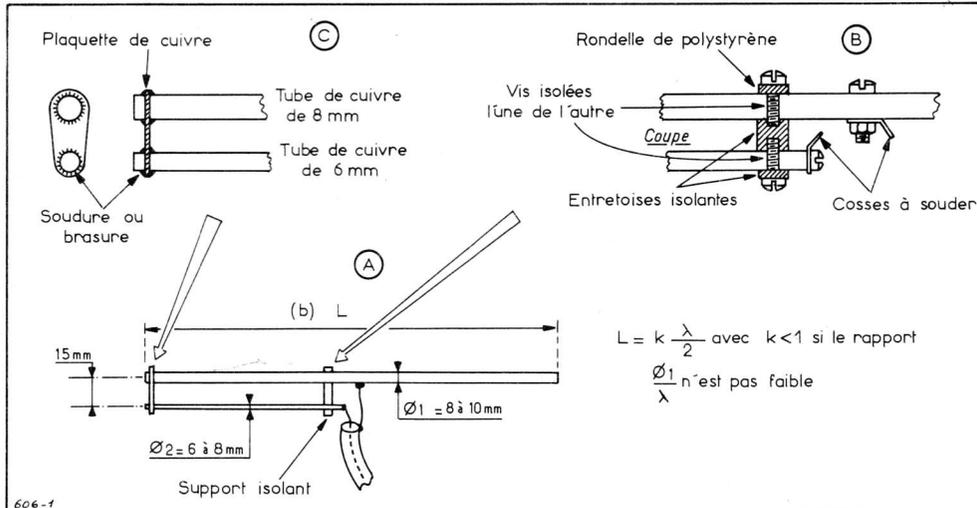

Fig. 1
Le dipôle est du type asymétrique (adaptation en « gamma » fig. 1) adaptable logiquement aux câbles coaxiaux par principe dissymétrique. Il s'agit, en fait, d'un *demi-trombone*, présentant, ainsi, à lui seul, une résistance de rayonnement de 150 Ω (300 : 2). L'association avec les autres brins ramène celle-ci à 50 Ω environ. Les brins « parasites » sont au nombre de 4 : un réflecteur et trois directeurs. On pourrait éventuellement ajouter d'autres directeurs identiques au brin « e » et écarter
Le dipôle asymétrique se compose de deux tubes de cuivre de 8 mm pour la tige principale supportant la tresse du câble et de 6 mm pour le bras d'adaptation relié à l'âme du coaxial. Les détails de réalisation sont indiqués figures 1 B et C. Les deux tubes ci-dessus sont fixés mécaniquement au moyen d'une plaquette de cuivre soudée ou brasée sur le pourtour des tubes (A). Le tube court sera maintenu à l'autre bout au moyen d'une entretoise de